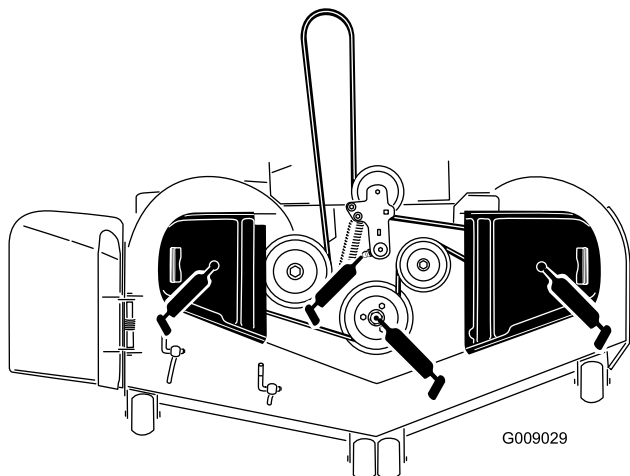

Figure 46
3. Graissez le pivot de la poulie de tension du tablier de coupe jusqu'à ce que la graisse ressorte par le bas (**Figure 46**).
4. Lubrifiez les roulements des 3 axes jusqu'à ce que la graisse ressorte par les joints inférieurs (**Figure 46**).
5. Graissez le bras de la poulie de tension de la courroie d'entraînement (**Figure 46**).